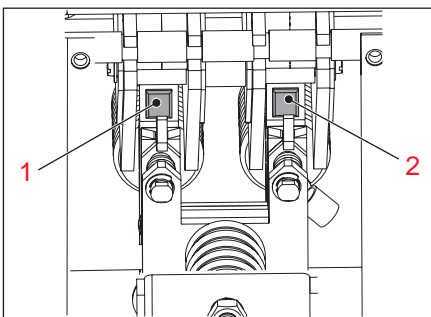
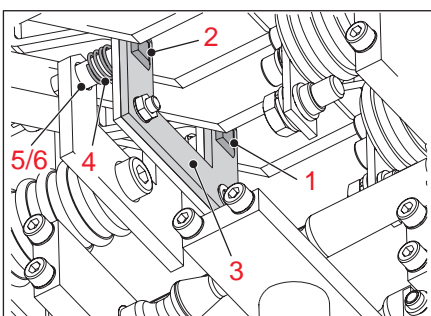

Bild 12
Bild 13
3. Silber-Kontaktflächen an den Hauptkontakten ZS (1) und WA (2) sowie an der Hauptkontaktbrücke (3) überprüfen, siehe **Bild 12** und **Bild 13**:
- Bei abgebrannten Kontakten die kompletten Hauptkontakte ZS (1) und WA (2) und die Hauptkontaktbrücke (3) austauschen, siehe Abschnitt „**Hauptkontakte ZS und WA austauschen**“, Seite 21 bzw. „**Hauptkontaktbrücke und Druckfedern austauschen**“, Seite 22.
4. Federmechanik (4) der Hauptkontaktbrücke (3) auf Leichtgängigkeit prüfen, siehe **Bild 13**.
- Bei klemmender Hauptkontaktbrücke (3) die Lagerstellen (5) und die Achsen (6) reinigen.
5. Druckfedern (4) auf Federbruch und Ermüdung prüfen.